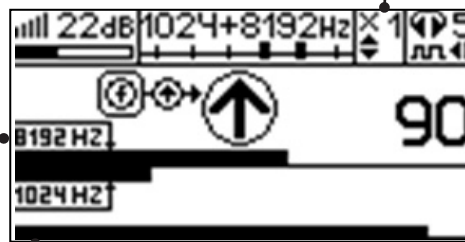

Рис. 6.4
4. «Назначение» производится нажатием кнопки **f** при расположении датчика точно над «выделенной» коммуникацией, считающейся «своей». После этого указатель направления сигнала приобретает вид - (↓). При переходе на «чужую» коммуникацию с другим «направлением сигнала» (или при изменении положения датчика на «обратное») раздастся звук и стрелка покажет «направление сигнала - назад (↙)» (рис. 6.4)
Методика: Производя трассировку с применением ЭМД на низкой активной частоте (512Гц / 1024Гц) (*см. раздел активный трассопоиск*), наблюдать за уровнем сигнала. Локальное повышение и резкое уменьшение уровня указывают на вероятность наличия дефекта изоляции. (*рис. 6.4*) При этом величина сигнала может меняться по различным причинам: положение датчика, глубина залегания кабеля, наличие мешающих конструкций. Поэтому таким методом можно обнаружить лишь «низкоомные» дефекты сопротивлением менее 1кОм.